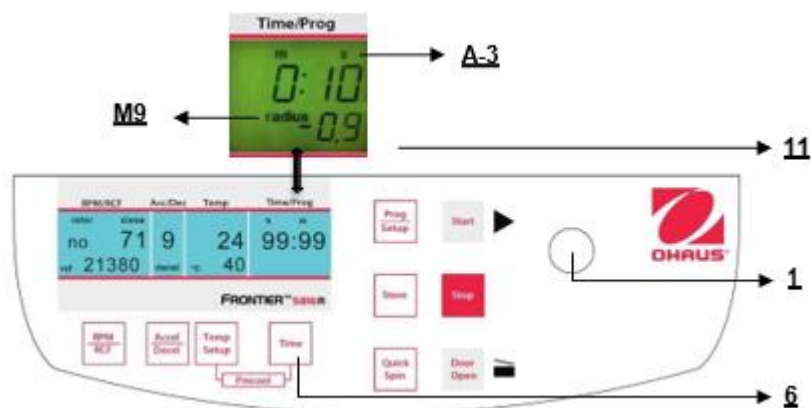

Abbildung. 24
Wenn Sie Adapter oder Reduzierer benutzen, könnte es den Zentrifugalradius des entsprechenden Rotors verändern. In diesem Fall können Sie den korrekten Radius manuell korrigieren. Gehen Sie bitte wie folgt vor: Schliessen Sie den Deckel, drücken Sie dann die Taste **"Time"** (6) (siehe Abbildung 24) und die Taste **"Prog/Setup"** (11) zur gleichen Zeit und halten Sie sie.